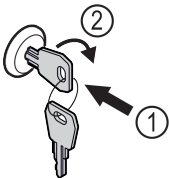

Fig. 152 Примерно изображение
- ▶ Пъхнете ключа Fig. 152 (1).
- ▶ Завъртете го на 90° по посока на часовниковата стрелка Fig. 152 (2).